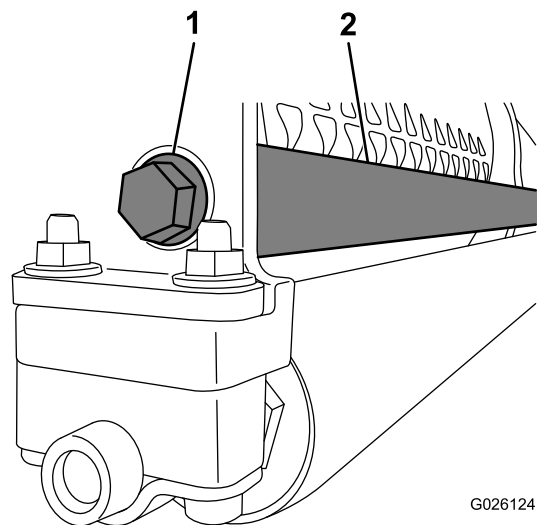

Figura 15
4. Serrate l'estremità filettata dell'asta della zavorra al telaio mediante un bullone a testa flangiata (Figura 15).